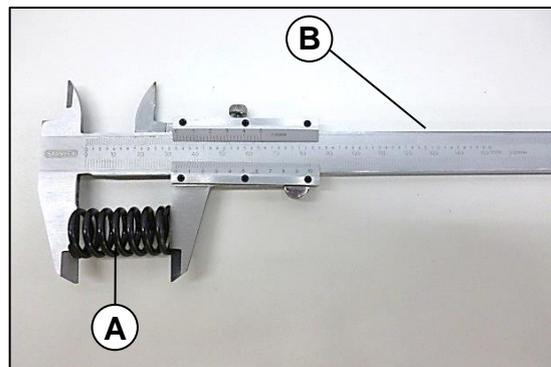

Fig. 11
Mida la longitud del resorte (A) utilizando un calibrador (B) teniendo especial cuidado en no comprimirlo. **Fig. 11**